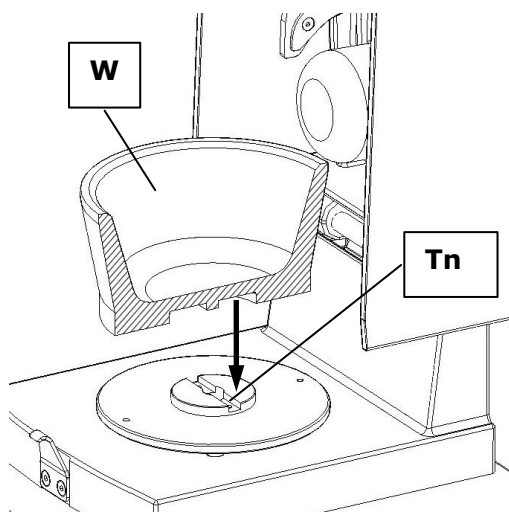

Рис. 3
- вставить новую ступку и вставить в дисковый паз **Tn** до щелчка, **рис. 3**